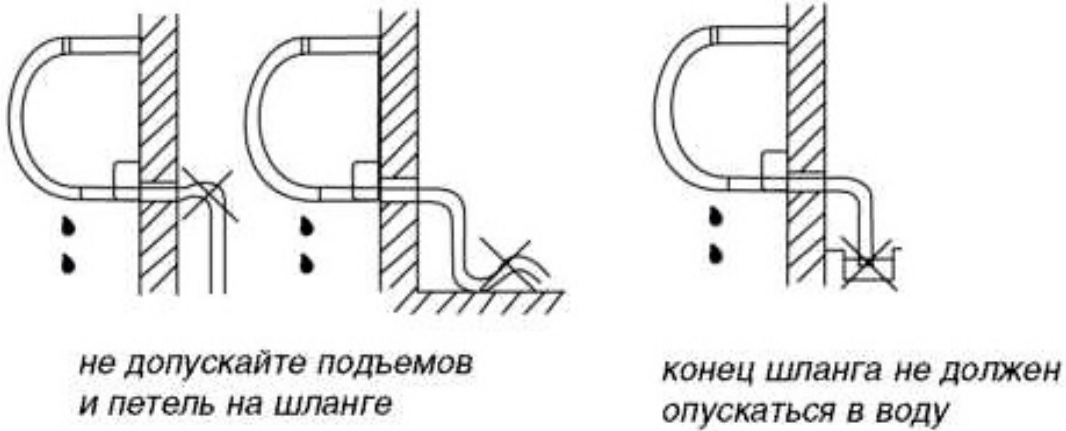

Рис.4.
1. Проведите дренажный шланг с наклоном наружу вниз. Не допускайте ошибок, показанных на рисунках (рис.4).